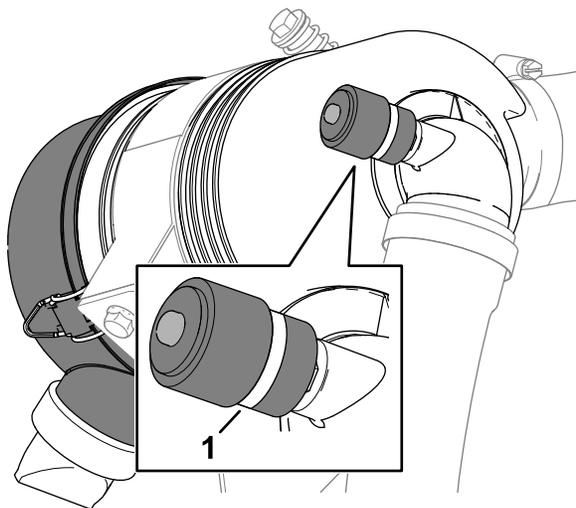

図 80
3. エアフィルタハウジングの端にある整備インジケータを確認する **図 80**。